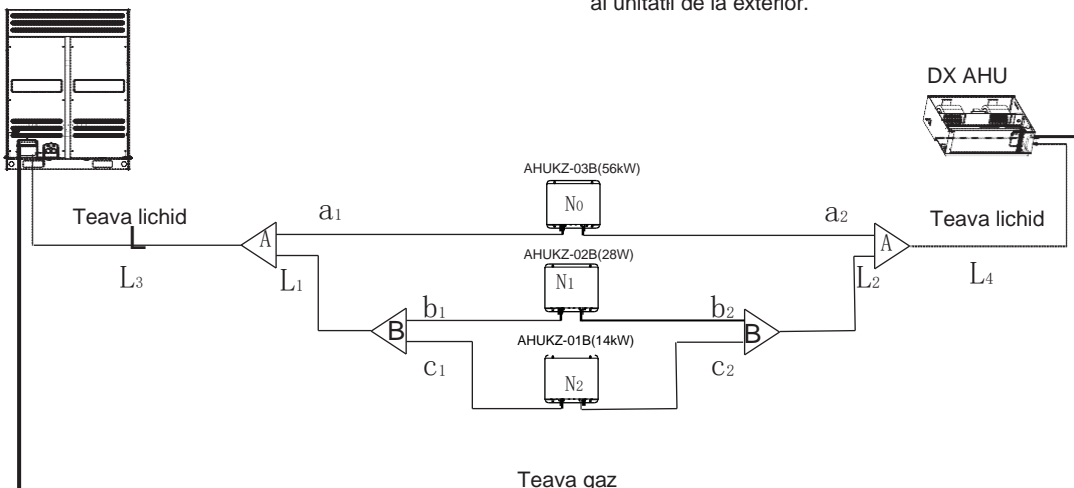

Fig. 6-1
Nume teava	Cod (consultati Fig. 6-1)
e.x.1: Consultati Fig. 6-1, capacitatea controlerului în aval la L4 este  $560 + 280 + 140 = 980$ , teava are Φ19,1.